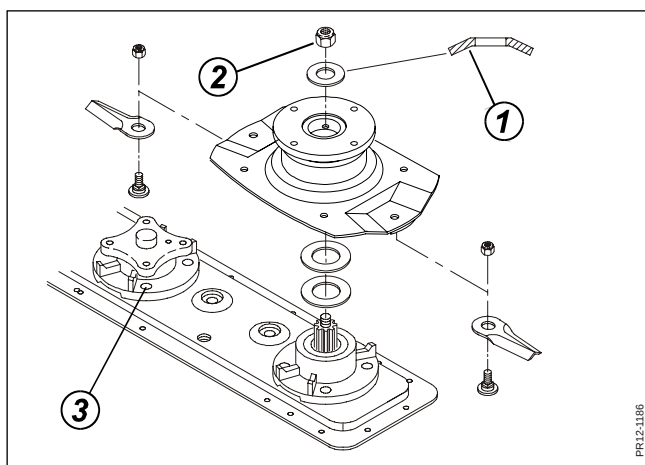

Fig. 5-16
Fig. 5-16 Fjederskiven (1) over indgangsskiven vendes, som vist, så den buer opad. Møtrikken (2) spændes til **190 Nm** (19 Kpm). Boltene (3), der fastholder skivelejehuset til bjælken, spændes til **85 Nm** (8,5 Kpm).